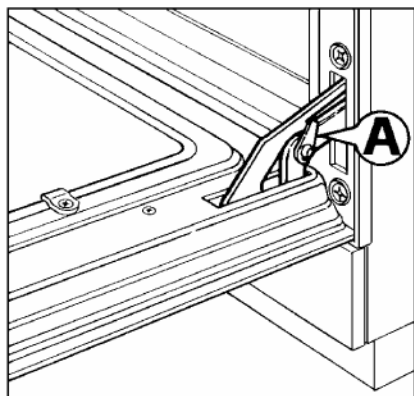

Abb. 4
- die Ringe "A" in die dazu bestimmten Sitze der Scharniere einspannen (Abb. 4);